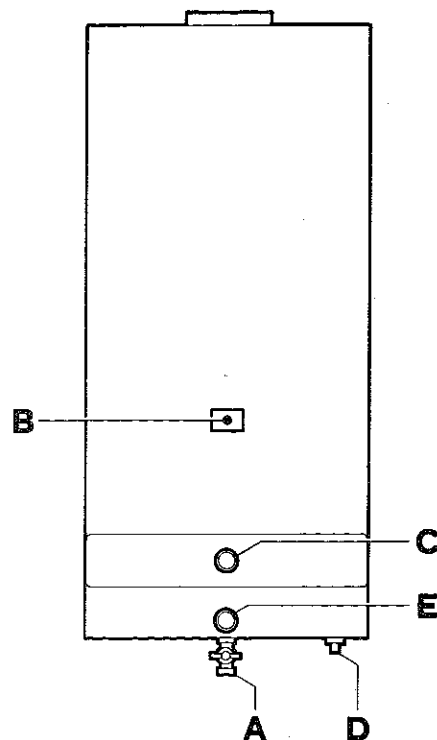

Fig. 4
3.b OPERAZIONI PRELIMINARI (riferirsi alla fig. 4)